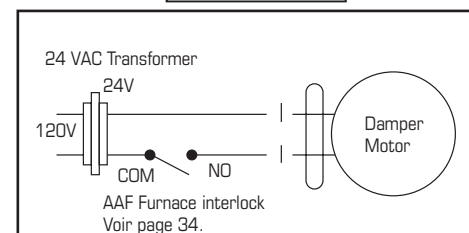

Figure 1
**Les Appareil à air frais (AAF) de Fantech qui utilisent un arrêt du ventilateur d'alimentation pour la prévention de gel ne comprennent pas un volet motorisé pour l'air extérieur. Si vous utilisez une installation simplifiée, c'est à dire relier de conduit d'alimentation d'air du AAF à l'aire du conduit de retour d'une fournaise, le AAF doit fonctionner en continu. Lorsque le AAF est éteint, pas d'air d'évacuation chaud circule à travers le AAF mais le ventilateur de la fournaise continuera à aspirer l'air extérieur directement dans la fournaise. S'il fait froid dehors, l'air froid sera introduit, sans réchauffage, directement dans la fournaise. Si le AAF est installé de telle sorte que le propriétaire peut désactiver le AAF au cours de l'hiver, nous vous recommandons d'installer un volet motorisé entre l'apport d'air du AAF et le retour d'air du conduit de la fournaise qui se ferme lorsque le AAF ne fonctionne pas. Voir le schéma de câblage (figure 1). Vous pouvez aussi choisir d'utiliser une AAF Fantech qui utilise un dégivrage de recirculation qui intègre un volet d'air extérieur.**